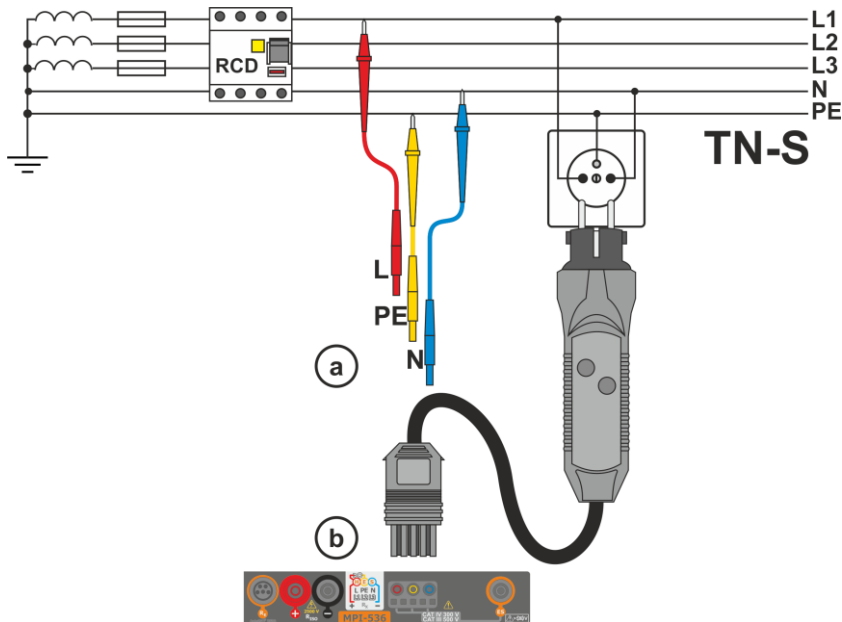
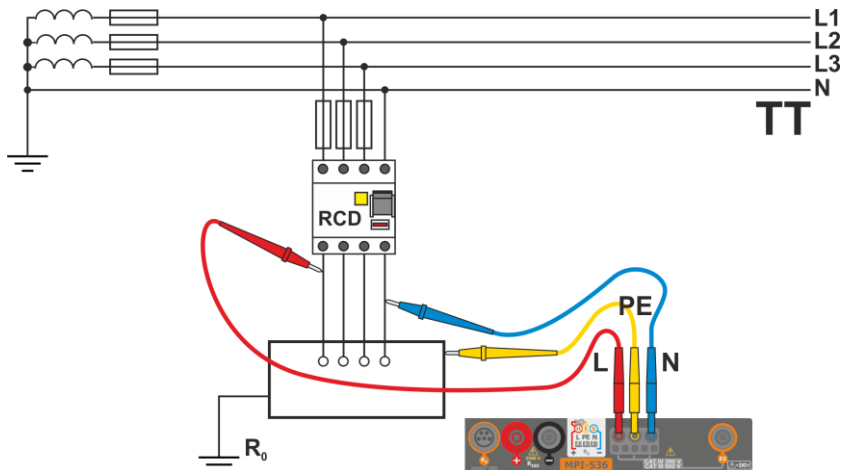
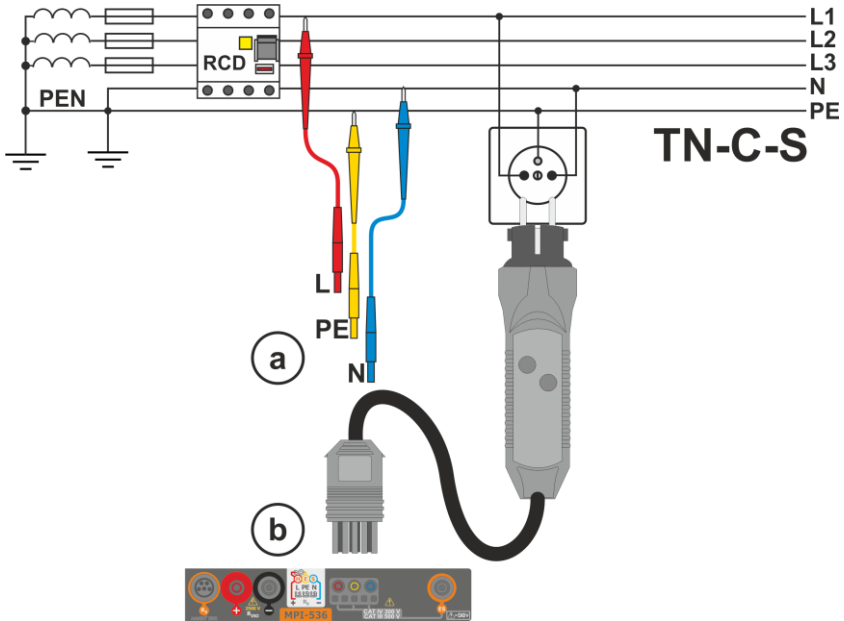

Fig. 4.3 Messung im TN-S Netz
Fig. 4.4 Messung im TT Netz
Fig. 4.5 Messung im TN-C-S Netz
- ⑧ Speichern der Messung im Speicher durch das  Symbol. Eine detaillierte Beschreibung des Speicher-Managements finden Sie in **Abschnitt 6.3**. Die letzte Messung kann mit dem  Symbol angezeigt werden.
- 1 Schließen sie die Messleitungen gemäß der Abbildungen Fig. 4.3, Fig. 4.4 und Fig. 4.5 an.